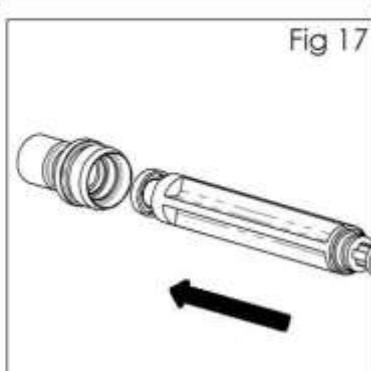

Fig 17
15. Установите новое уплотнение (22) на инструмент для обслуживания (58). Канавка должна быть направлена наружу. Вдавите уплотнение (22) в корпус (27). (См. рис. 17.)
16. Соберите остальные детали в обратном порядке: шпиндель клапана (20), пружину (21), корпус (27), затянув шестигранным ключом на 6 мм, а затем иглу (24), пружину (29) и ручку (28). Установите на место пусковое устройство (39), палец пускового устройства (40), заверните винт пускового устройства (38) ключом (59) или ключом Torx T20.